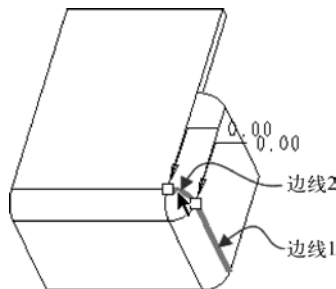

图 3-51 为边扯裂集 1 选择两个边线
(2) 在“边扯裂”选项卡中打开“放置”面板，为当前边扯裂集 1 选择边线 1，按住〈Ctrl〉键并单击边线 2 以将边线 2 也选择到边扯裂集 1 中，如图 3-51 所示。